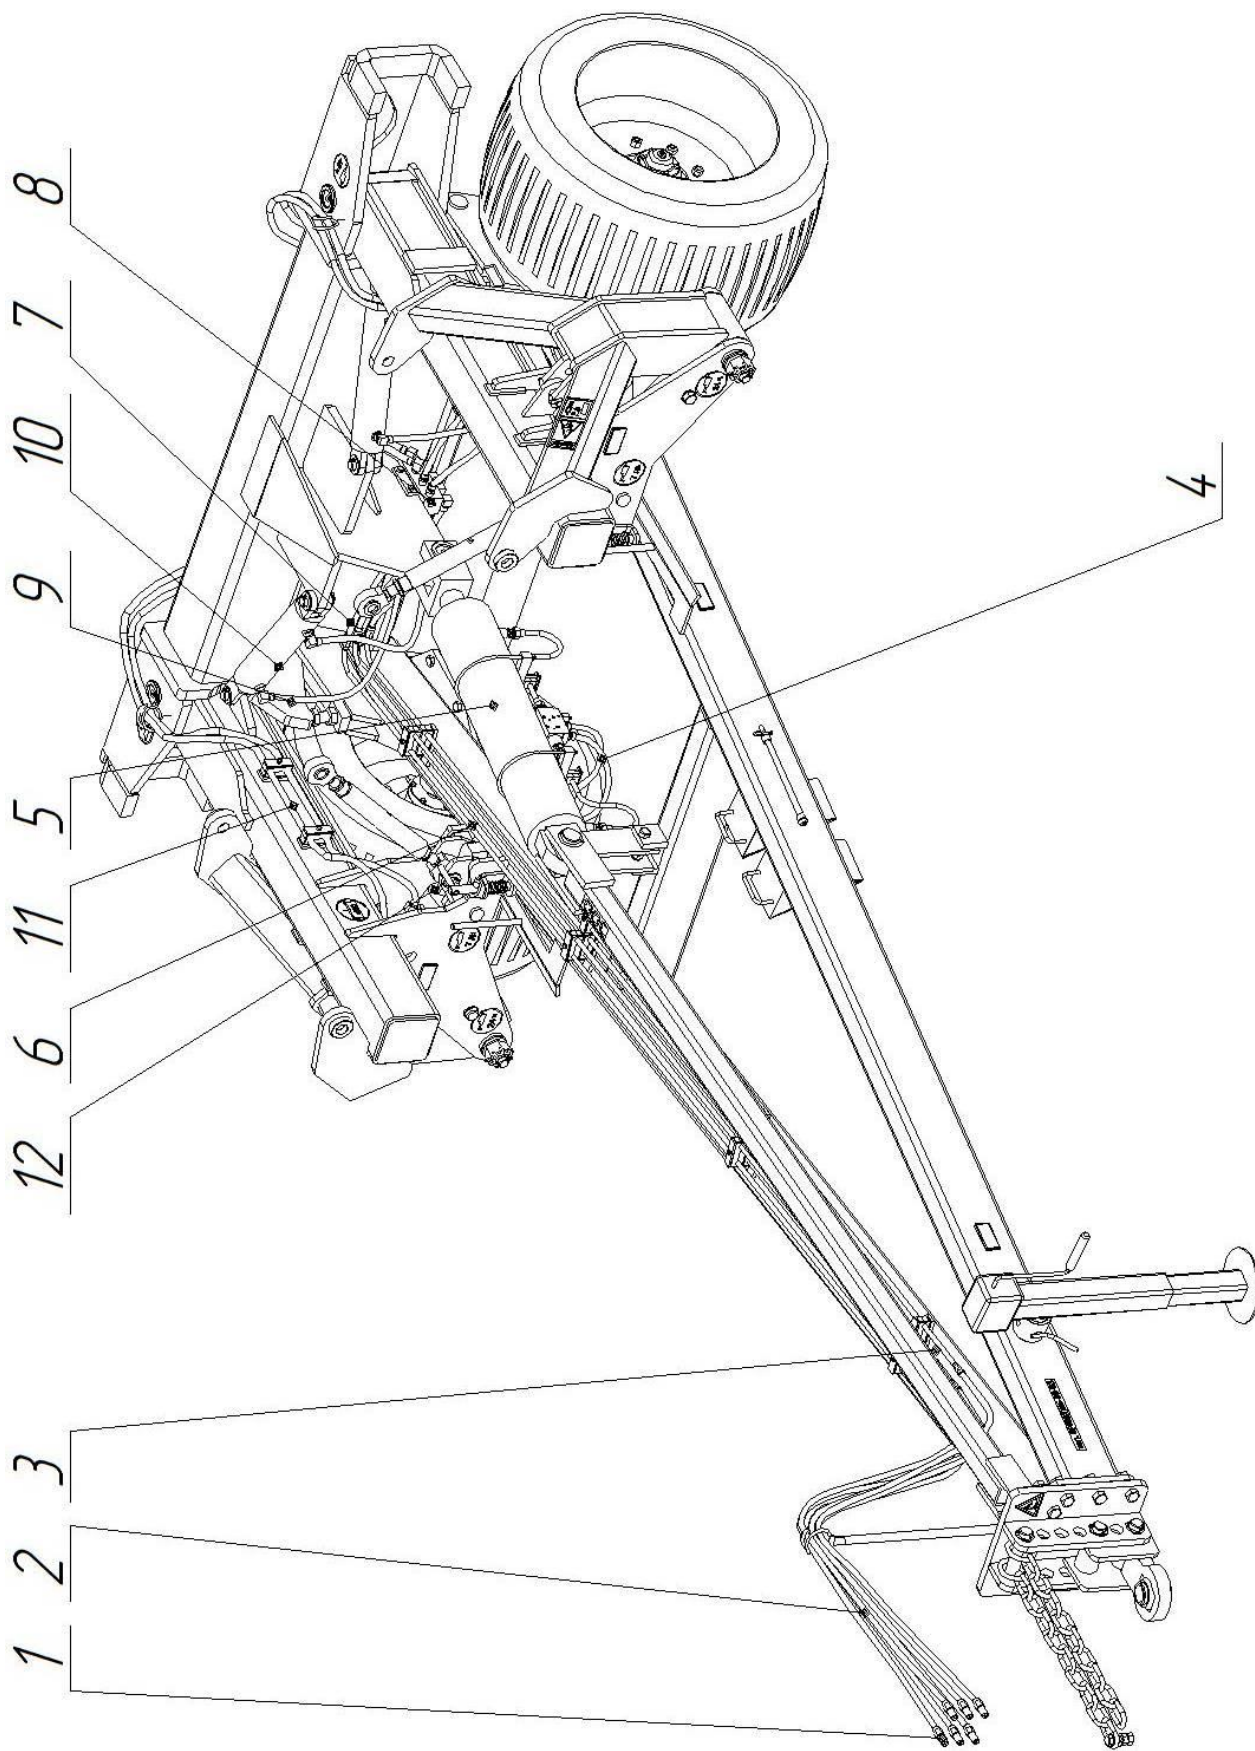

Рисунок 5 – Гидрооборудование
2.2 Устройство и работа гидросистемы (рисунок 5).
3.3.2 С помощью разрывных муфт 1 (рисунок 5) соединить гидросистему трактора с гидросистемой РН-8. Прокачать гидросистему.